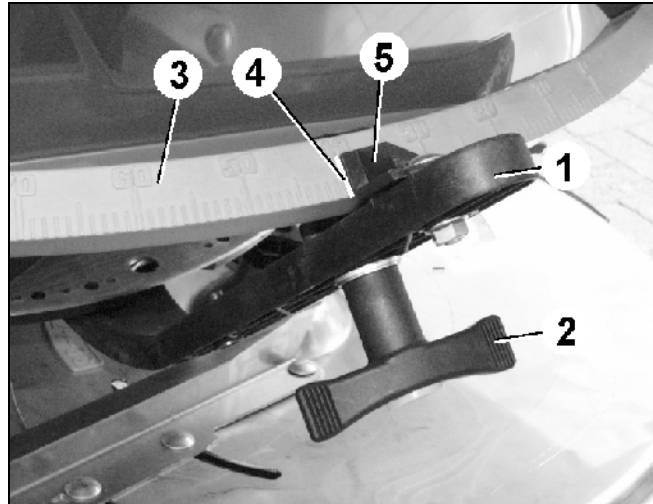

Fig. 85
- O ajuste da quantidade faz-se, segundo a tabela de dispersão, através da alavanca de ajuste (Fig. 85/1).
- Soltar a porca de orelhas (Fig. 85/2).
- Procurar a posição necessária da corredeira na escala (Fig. 85/3).
- Apontar o bordo de leitura (Fig. 85/4) do indicador da alavanca de ajuste (Fig. 85/5) para o valor de escala.
- Voltar a apertar firmemente a porca de orelhas (Fig. 85/2).